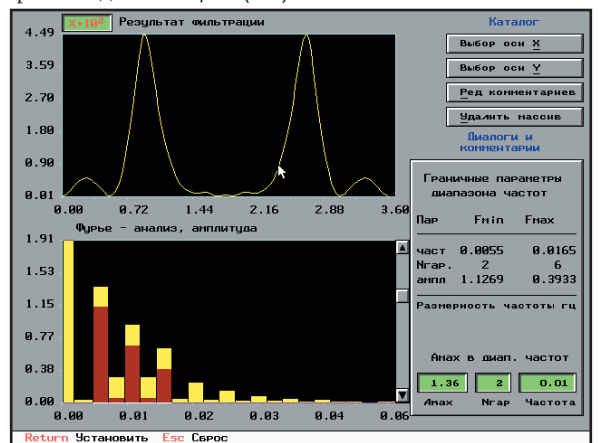

Рис. 8. Коррекция сигнала с помощью эквалайзера
**Эквалайзер.** Число управляемых гармоник спектра от 2 до 128. Пользователь может произвести подавление или усиление любой гармоники или поддиапазона гармоник спектра исходного сигнала. Результат коррекции немедленно отображается в виде графика результирующего сигнала (рис. 8). Такая обратная связь позволяет легко добиваться необходимого качества обработки входных данных.